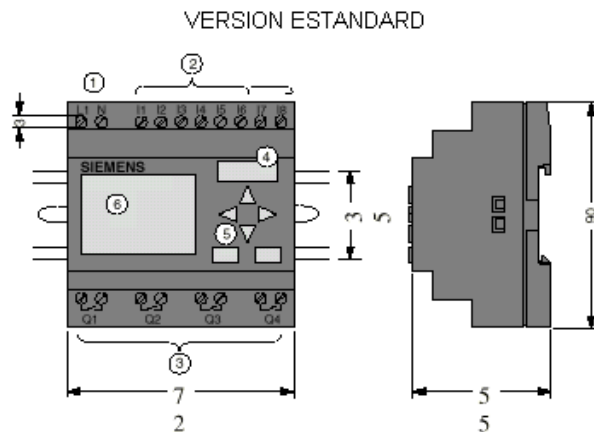

Figura 4.7: Identificación de entradas y salidas
2. El LOGO cuenta con 8 entradas y 4 salidas, además de los 2 terminales de alimentación: L que es la Línea y N el Neutro; como se muestra en la Figura 4.7: